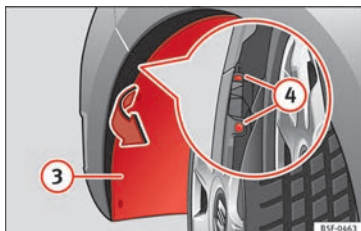

Abb. 113 Nebelscheinwerfer: Zugriff auf die Steckverbindung und den Lampenträger
- Ziehen Sie am Radkasten **③** » **Abb. 113**, um Zugriff auf die 2 Schrauben **④** » **Abb. 113** des Stoßfängers zu erhalten, die verdeckt sind.